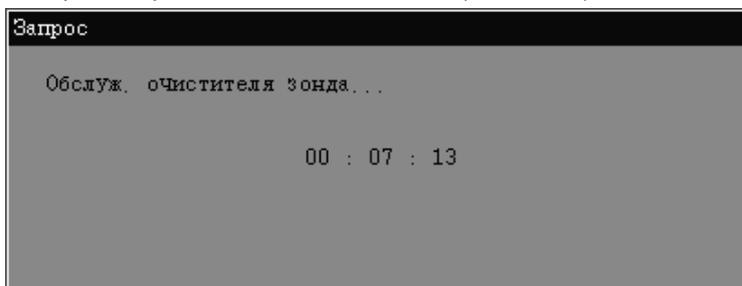

Рис. 10-9 Диалоговое окно
3. Следуйте инструкциям, приведенным в этом диалоговом окне. После нажатия клавиши АСПИРАЦИЯ откроется диалоговое окно (Рис. 10-9).